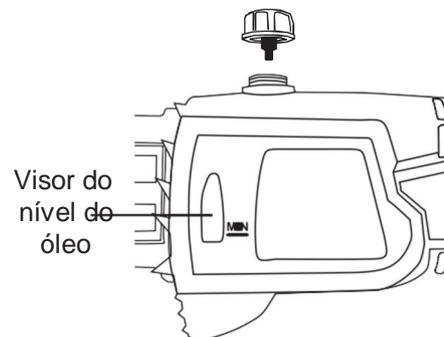

Figura 8
1. Deite o podador com a tampa do tanque de óleo (13) voltada para cima.
3. O tanque tem capacidade de 110 ml de óleo, que lubrificará a corrente por 20-25 minutos de corte. O nível do óleo poderá ser verificado por meio do visor de nível de óleo. Ver Figura 8, à direita.